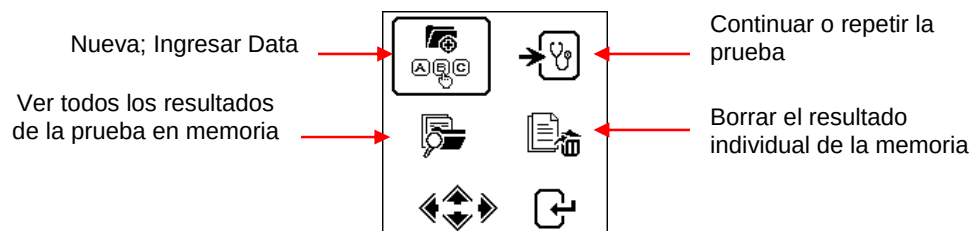

Fig.13
3. Si los contactos entre la batería y el Analisador no tiene ningún problema, entonces el Menú pantalla se mostrará como se muestra a continuación (Fig.13):